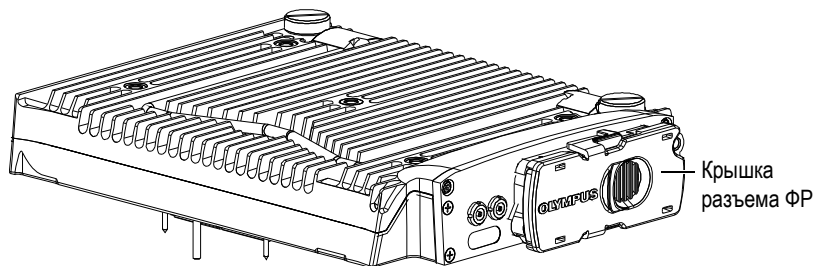

Рис. 3-1 Модуль с крышкой для разъема ФР
2. Установите защитную крышку на разъем ФР (см. Рис. 3-1 на стр. 51).